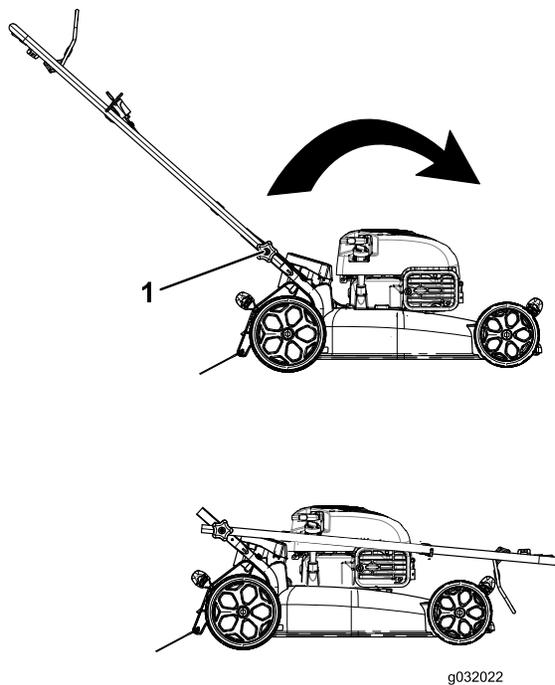

Figura 22
2. Allentate le manopole della stegola finché non riuscite a muovere liberamente la stegola stessa (Figura 22).
1. Manopola della stegola (2)
3. Piegate la stegola in avanti come mostrato nella Figura 22.